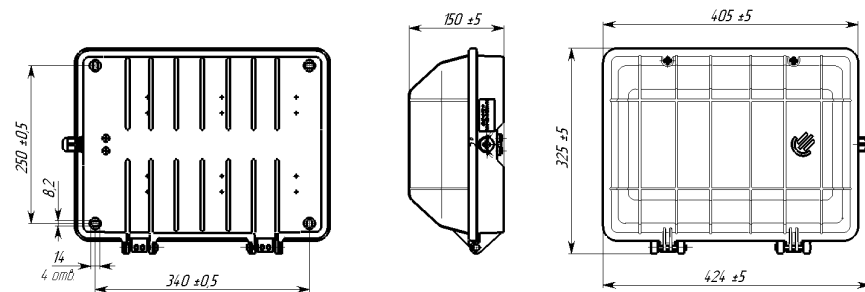

Рисунок 1
2.1 Светильник ДБУ02-40-002 У1 (рисунок 1) предназначен для наружного освещения: общее освещение зданий, проходов, подземных пешеходных переходов.